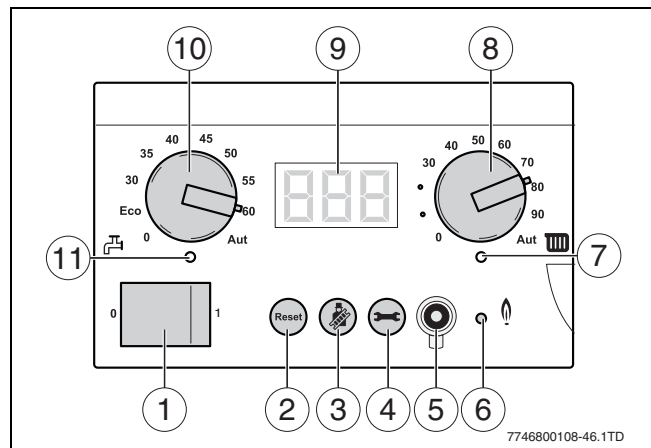

Fig. 6 Panou de comandă
- ▶ Setati întrerupătorul de pornire/oprire în poziția „1” (→ Fig. 6, [1]).